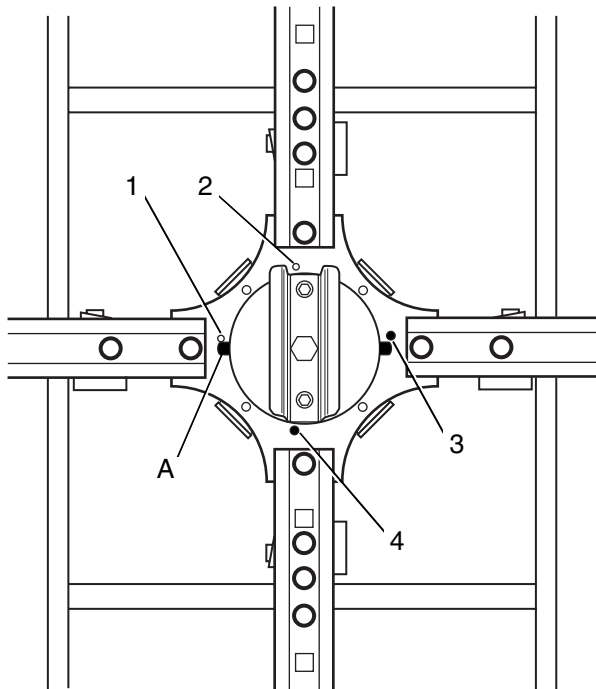

Bild 18.1 Montage der Schienenweiche (Ausgang nach links/rechts)
**ACHTUNG** Bei der Montage der Schienenweiche mit Ausgang nach links muß das Positionieren der Stifte wie in Bild 18.1 Ortszahl 1 und 2 erfolgen.
Bei der Montage der Schienenweiche mit Ausgang nach links und rechts muß das Positionieren der Stifte wie in Bild 18.1 Ortszahl 2 und 4 erfolgen. Der Stift (18.1/A) ist zu entfernen.
Bei der Montage der Schienenweiche mit Ausgang nach links, rechts und oben muß das Positionieren der Stifte wie in Bild 18.1 Ortszahl 2 und 4 erfolgen. Der Stift (18.1/A) ist zu entfernen.